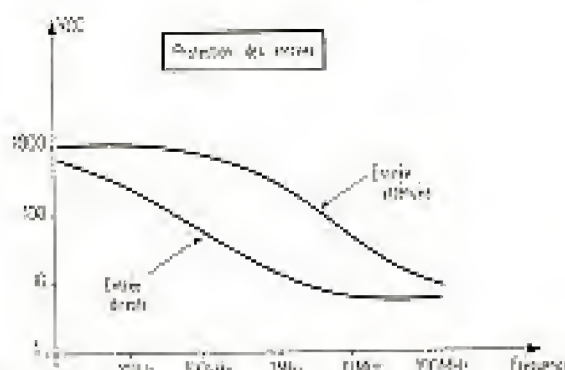

Fig. 4
- Protection des entrées : la tension crête à crête maximale que peut recevoir chacune des entrées (directe ou atténuée), dépend aussi de la fréquence. Ses variations sont indiquées dans le graphique de la figure 4.